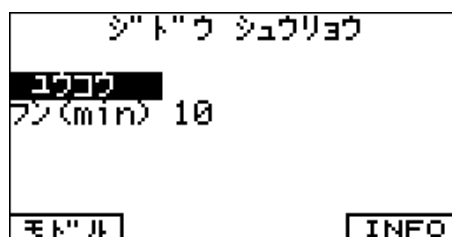

図 2.13.8-1 自動終了設定画面
2. 「ジドウ シュウリョウ」を選択し、FUNCTION キーを押します。自動終了設定画面 (図 2.13.8-1 参照) が表示されます。